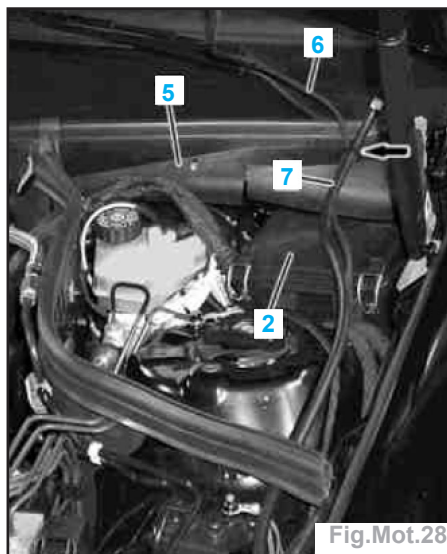
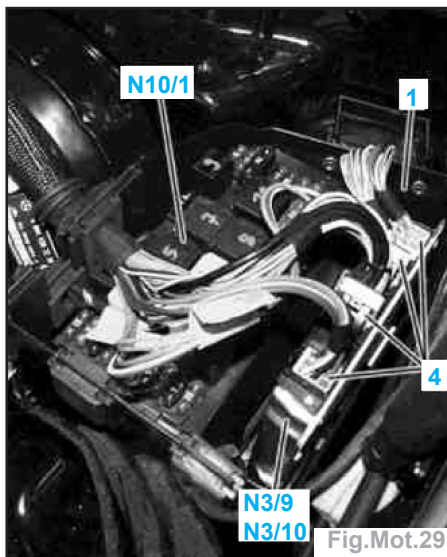

Fig.Mot.28
Fig.Mot.29
- Défaire au niveau du déflecteur d'eau (5) (flèche), le câble électrique du chauffage des buses lave-glace (6) et le flexible des buses lave-glace (7) et les poser de côté (Fig.Mot.28).
- Déverrouiller le couvercle (2) et le déposer.
- Dégager le calculateur CDI (N3/9) de la boîte à modules (1) (Fig.Mot.29).
- Déverrouiller et débrancher les coupleurs (4).